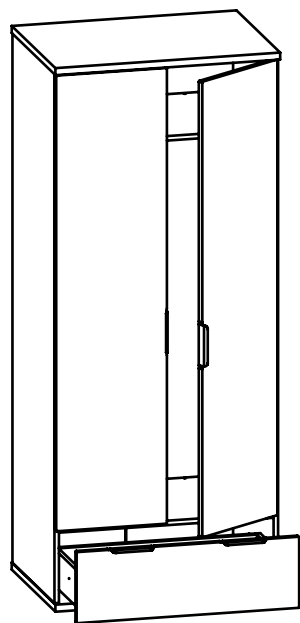

Рис.11
15. Установите фасады дверей СЛ-020, закрепив при помощи евровинтов ответные планки петель на деталях 2, 3 (Рис. 11).